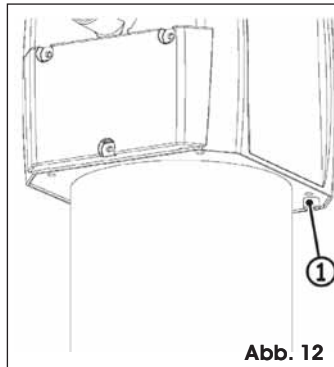

Abb. 12
5. Die beiden hinteren Schrauben festziehen, Abb. 12 Bez. ①.